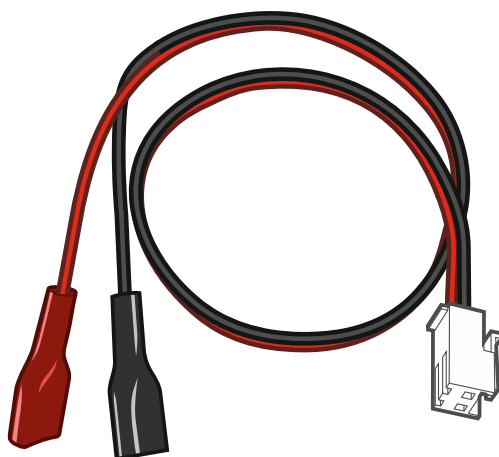

Fig. 2. Fils pour connecter la batterie (rouge +, noir -).
- ② broches RESET pour le démarrage d'urgence de la centrale (voir : « Procédure d'urgence de démarrage de la centrale » p. 14).
- ③ port RS-232 (TTL).
- ④ connecteur pour connecter des fils à la batterie. Les fils sont inclus dans le kit de livraison (fig. 2).
- ⑤ câble terminé par un connecteur d'antenne. Si la centrale est installée dans un boîtier en plastique, vous pouvez utiliser une antenne qui peut être installée à l'intérieur du boîtier. Si la centrale est installée dans un boîtier métallique, utilisez une antenne pouvant être installée sur le boîtier ou à une certaine distance du boîtier.
- ⑥ voyant LED SIM1. Le voyant est allumé lorsque la carte installée dans le logement SIM 1 est active.
- ⑦ voyant LED SIM2. Le voyant est allumé lorsque la carte installée dans le logement SIM 2 est active.
- ⑧ logement SIM1 dans lequel la première carte SIM doit être installée.
- ⑨ logement SIM2 dans lequel la deuxième carte SIM doit être installée.
- ⑩ connecteur de communication pour la connexion du module PERFECTA-R.
- ⑪ prise mini-jack pour brancher un microphone.